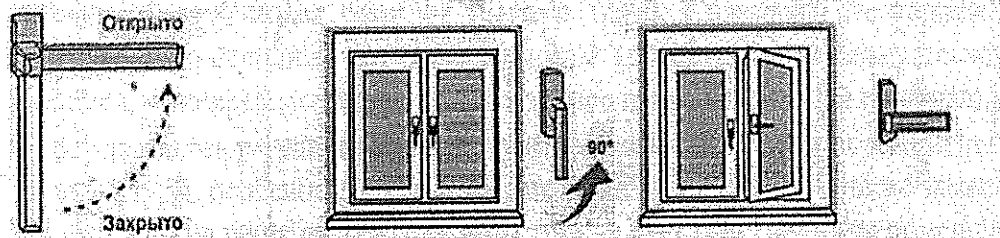

Рис.1
2. Чтобы открыть (распахнуть) закрытую створку окна, ручку поворачивают на 90° градусов в горизонтальное положение (положение «Открыто» на Рис. 1). При повороте ручки закрытую створку слегка прижимают к раме другой рукой (чуть выше ручки). Затем, потянув за ручку, створку распахивают (сплошной режим - поворотное открывание).